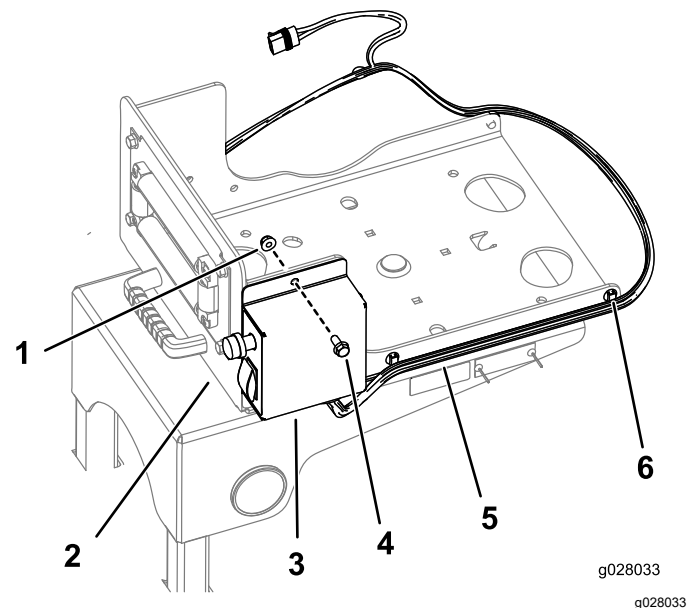

Figure 21
3. Fixez le boîtier d'interrupteur sur la plaque pivotante au moyen de 2 boulons (5/16"-18 x 1/4") et 2 écrous à embase (5/16"-18), comme montré à la Figure 21.
4. Fixez le faisceau de câblage sur les côtés de la plaque pivotante au moyen des clips existants (Figure 21).